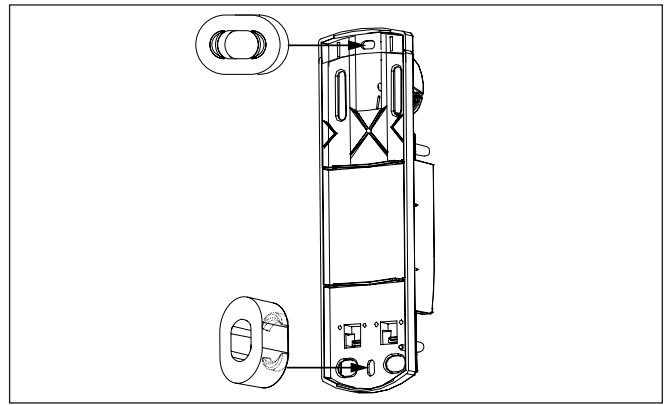

Abb. 2 Einclipsen der separaten Abstandhalter ins Schraubloch
- ▶ 2 Abstandhalter für Wand- und Deckenmontage (Abb. 2)
- Für Wand- und Deckenmontage liegen separate Abstandhalter bei. Dies verhindert ein Reißen und Verformen des Kunststoffs (Abb. 2).
- Clipsen Sie einen der beiliegenden Abstandhalter in das Schraubloch ein (waagrecht oder senkrecht, Abb. 2).